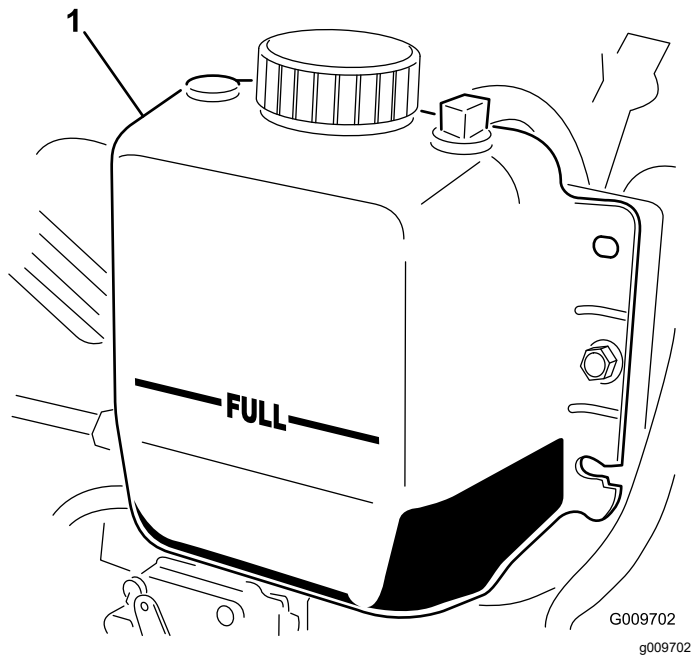

Bild 110
3. Prüfen Sie den Kühlmittelstand im Kühler. Der Kühler sollte bis zur Oberseite des Füllstutzens und das Ausdehnungsgefäß bis zur VOLL-Markierung gefüllt sein (Bild 110).